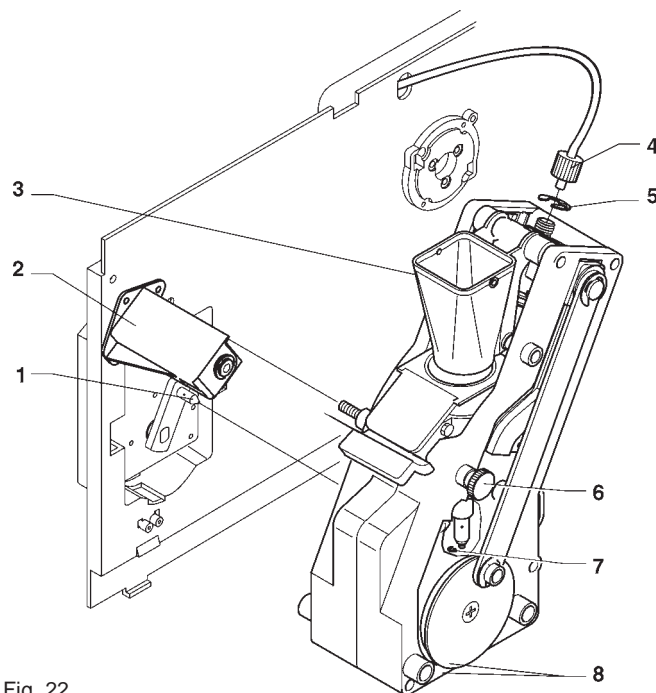

Fig. 22
- séparer le tuyau en Teflon de raccordement à la chaudière du piston supérieur, en prenant soin à conserver le joint (voir fig. 22);
- Desserrer les vis A et B pour ce qui est suffisant à dégager l'entonnoir café (voir fig. 22);